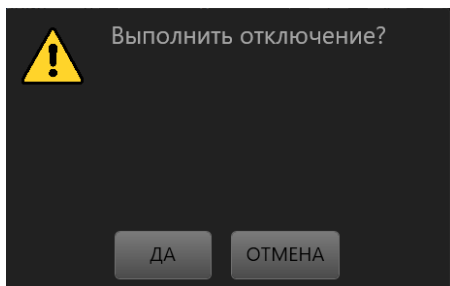

Рис. 9. Режим измерения давления
2.3.3.2 Режим измерения включается кнопкой **Измерение** на главном экране (Рис. 9). Далее на главном экране следует выбрать режим *абсолютное/избыточное* давление, *единицы измерения*, *преобразова-*